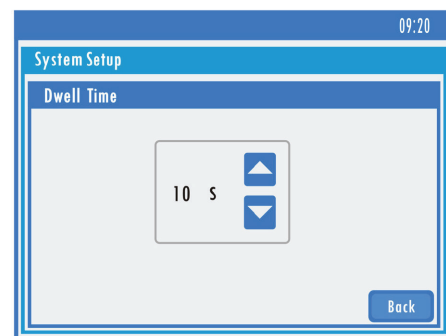

Fig 5-4 Configurazione del tempo di permanenza
• **Configurazione del tempo di permanenza:** regolare da 1 a 60 s (Fig 5-4). Il tempo preimpostato corrisponde a 5 s, per il materiale morbido è giusto impostare un tempo di permanenza più lungo, cosicché l'indentatore possa avere un tempo sufficiente a disposizione per entrare in contatto con la superficie del campione.
3) Impostare il tempo di permanenza, vedere Fig 5-4.
**5.3.4** Girare la ruota girevole (7) in senso orario per sollevare la madrevite superiore e inferiore. Il campione entra lentamente in contatto con l'indentatore senza provocare urti, fino a quando il durometro non mostra 10kgf sullo schermo; a questo punto il segnalatore acustico emette un suono e la forza di prova iniziale è stata caricata. Il tavolo di prova smette di alzarsi. (Quando il tavolo di prova si alza troppo velocemente e lo schermo visualizza un valore superiore a 10kgf, il segnalatore acustico emette un suono lungo, indicando che l'operazione non è corretta. A questo punto, il tavolo di prova dovrebbe essere abbassato e la posizione di prova dovrebbe essere modificata per un'altra prova.)